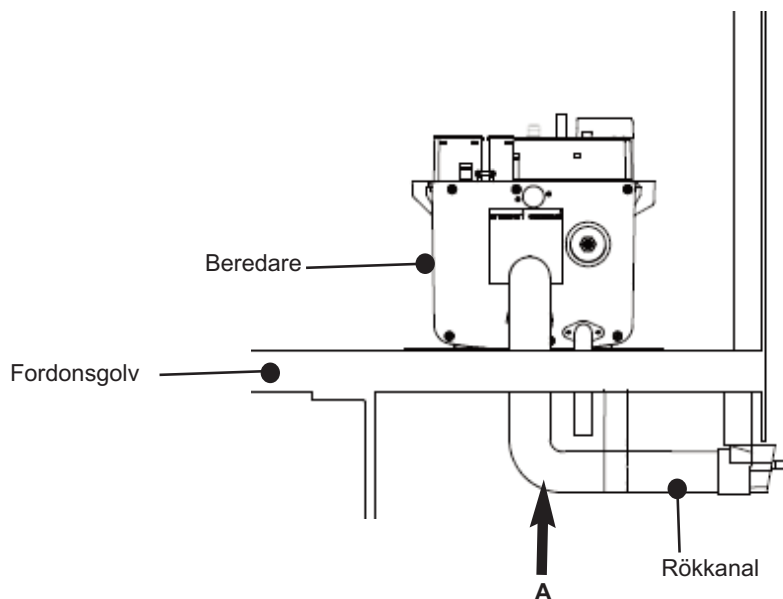

Bild 25 Röckkanalsriktning
- iv. Tryck på inlopps-rökkanalen i den bakre änden av rökkanalterminalen (sitter på fordonsgolvet). Rökkanalen **måste** tryckas ända in. Se bild 25. Rökkanalen **måste** vara synlig i rökkanalterminalen.
OBS: röckkanalen från beredaren till terminalen **måste ha** maximalt en stigning. Såsom framgår av punkten A i bild 25 gör detta att kondens kan rinna bort från beredaren.